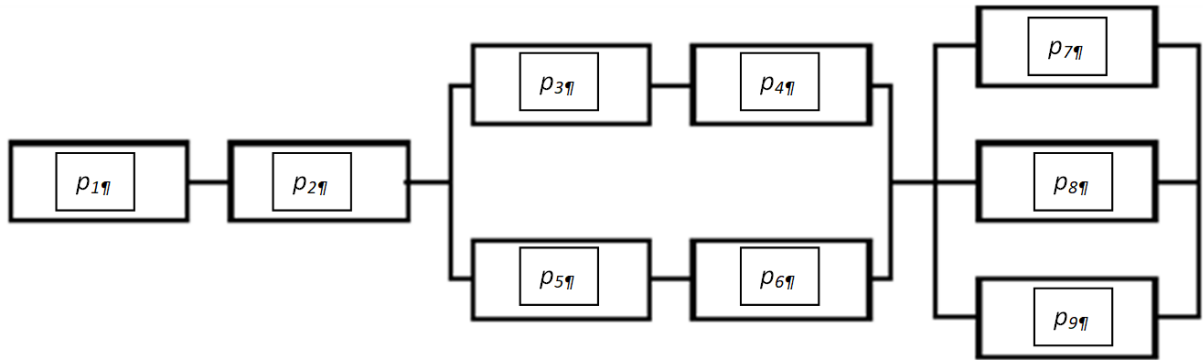

Рис. 1. Структурная схема надежности технической системы
18. Техническая система предназначена для выполнения некоторой задачи. С целью обеспечения работоспособности система спроектирована со смешанным соединением элементов (рис. 1). Определить надежность системы, если известно, что надежность ее элементов равна: $p_1=0,99$; $p_2=0,98$; $p_3=0,9$; $p_4=0,95$; $p_5=0,9$; $p_6=0,9$; $p_7=0,8$; $p_8=0,75$; $p_9=0,7$.